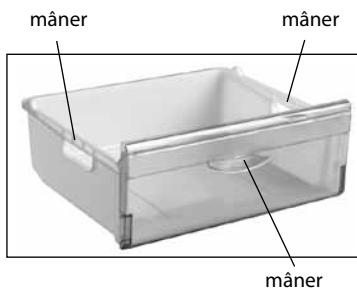

Figura 4 — Coș
**1.9** Coșurile C.C. au un mâner pe panoul frontal pentru încărcarea și descărcarea ușoară a produselor alimentare, precum și mâneră pe părțile laterale (cu excepția coșului de jos) pentru deplasarea ușoară în afara Frigiderului în conformitate cu figura 4. Designul coșului se poate deosebi de la figura 4.